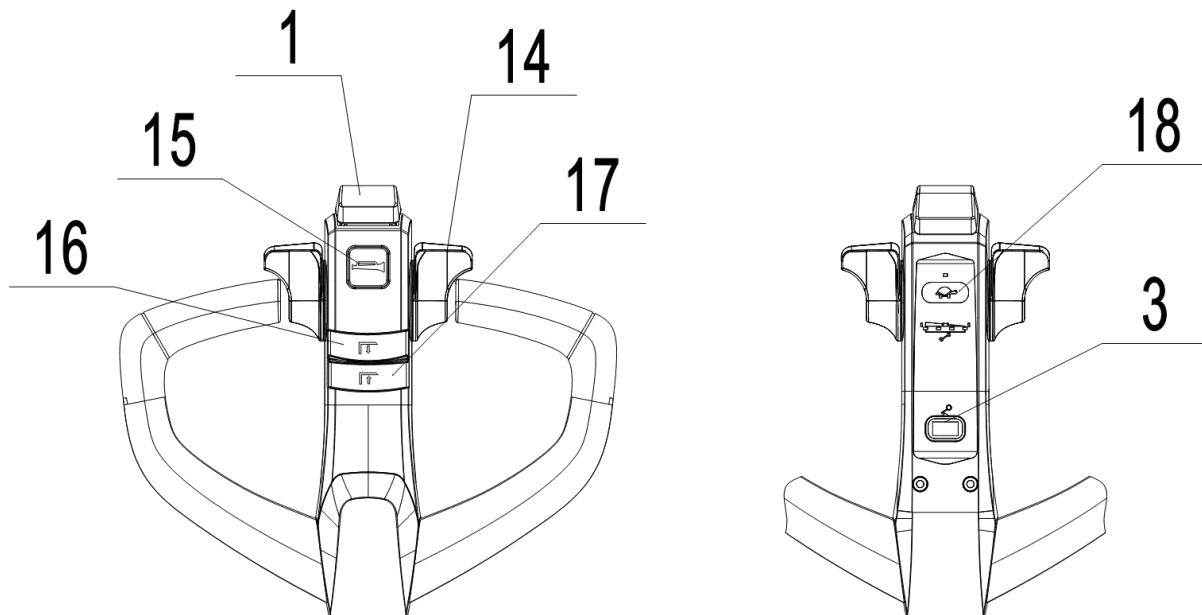
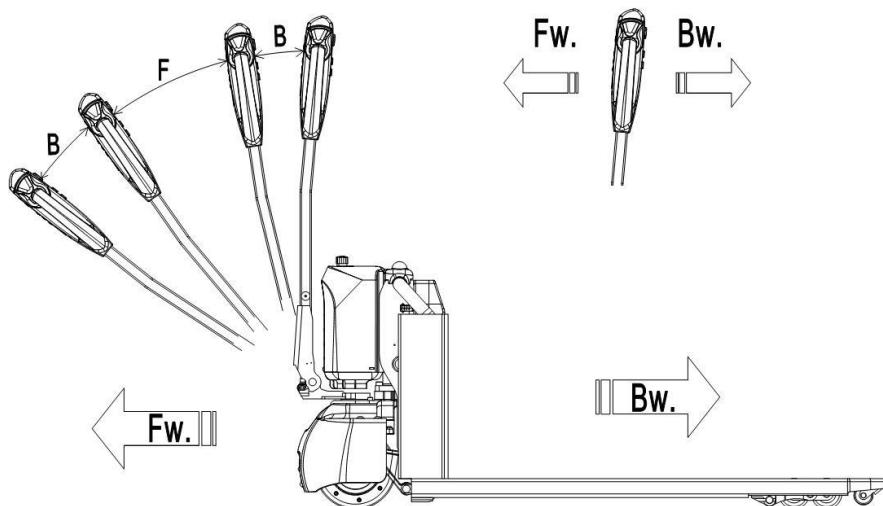

Рис.7: Рукоятка управления
Рис. 9: Направление движения
Удостоверьтесь, что груз находится на паллете, и ежедневная проверка проведена. Вставьте магнитный ключ (3) в отверстие на рукоятке тележки. Проверьте работу звукового сигнала нажатием на соответствующую клавишу (Поз. 15, Рис. 7).
Разместите тележку с полностью опущенными вилами под паллетом. Нажмите кнопку подъема (Поз.16, Рис. 7), до тех пор, пока не будет достигнута требуемая высота подъема.
Опускание груза производится путем нажатия клавиши (Поз.16, Рис. 7). Полностью опустите вилы, убедитесь в отсутствии препятствий позади тележки и аккуратно откатите тележку из-под груза.
После запуска тележки при помощи магнитного ключа переведите ручку в рабочее положение. ('F', рис.9)
Отклоните лепестки управления (Поз.14, Рис.7) в нужном направлении «Вперед» 'Fw' или «Назад» 'Bw' (рис. 9).
Регулируйте скорость передвижения с помощью лепестков управления (Поз.14, Рис.7) для достижения требуемой скорости.
Нажмите на кнопку «Черепаха» (Поз. 18, Рис. 7) для перевода тележки в режим перемещения на малой скорости. Повторное нажатие на клавишу вернет тележку в стандартный режим. Нажмите и удерживайте клавишу в течение 2-х секунд для включения режима работы тележки с ручкой, расположенной в вертикальном положении в условиях узкого пространства.